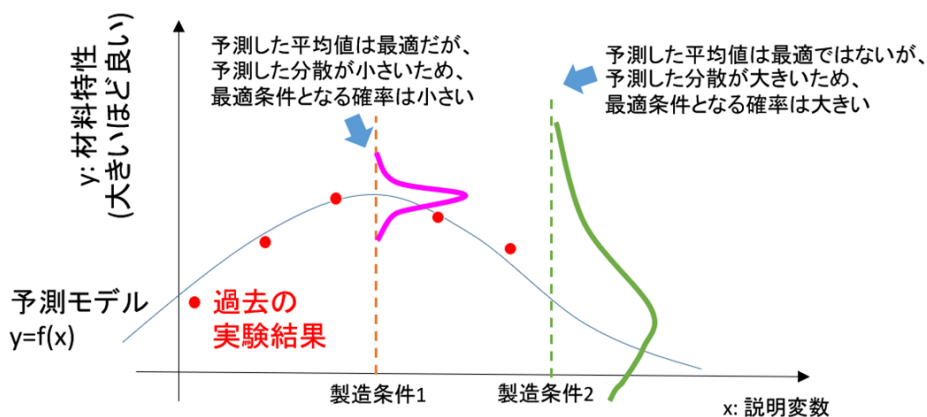

図1 ベイズ最適化の概念図
- 図1にベイズ最適化の概念図を示します。これまでの実験データから材料特性の予測モデルを構築しますが、その際、予測値の分散も同時に推定します。